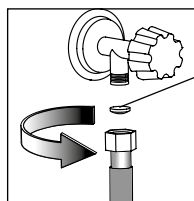
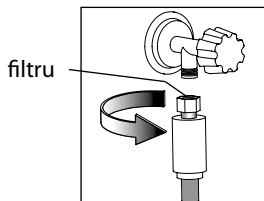
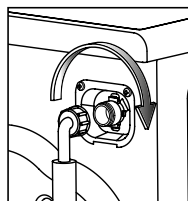

Figura 6
Figura 7
Figura 8
- A se verifica puritatea în furtunul de admisie în conformitate cu Figura 6 sau în furtunul de admisie cu sistem de protecție în conformitate cu Figura 7 (în funcție de configurație);
— Pentru a atășa furtunul la un niplu filetat de alimentare cu apă, în conformitate cu Figura 6 sau 7 strângeți puternic piulița cu mîna așa cum se arată în Figura 8.